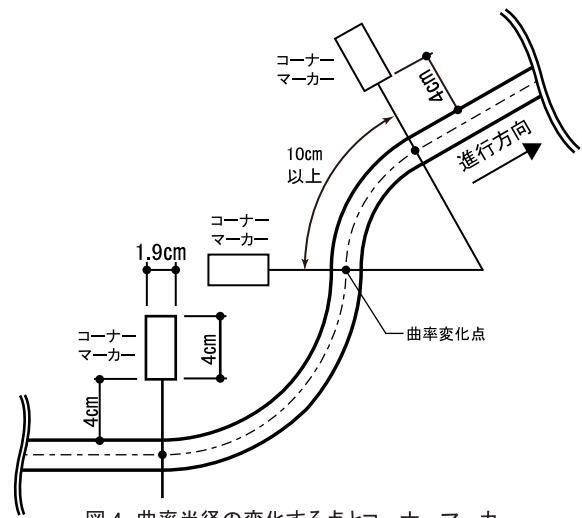

図4 曲率半径の変化する点とコーナーマーカー
**2-8** ラインの曲率が変化する地点には、進行方向左側の定められた位置にコーナーマーカーが貼付される。(図 4 参照)
6. コースは、曲率の変化する円弧が連続する場合もある(図4参照)。